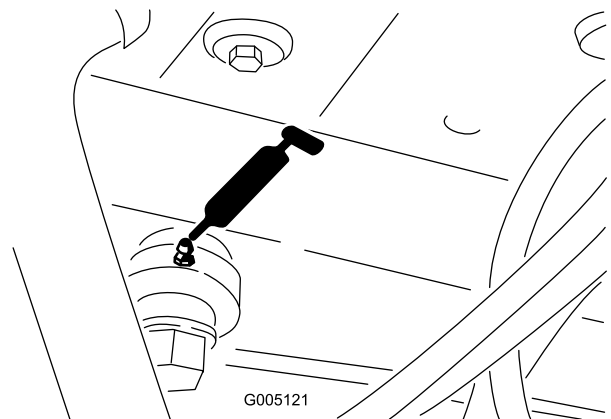

Figura 28
- Cilindro del servosterzo (Figura 28)